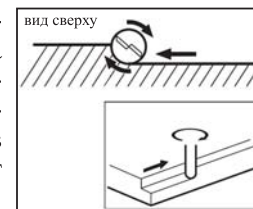

рис. 8
7.2 Расположите фрезер на поверхности заготовки и включите его. Освободите рычаг фиксатора и медленно опускайте инструмент вниз до достижения им заданной глубины. Затем двумя руками передвигайте фрезер вперёд. При фрезеровании углов поверхность образца должна находиться слева от фрезы по направлению подачи (рис. 8).